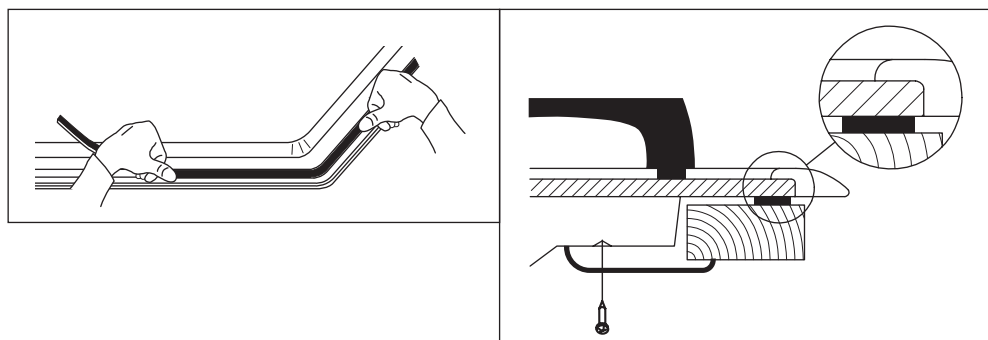

Рис. 5. Установка уплотнителя и фиксаторов
6. Фиксаторы, входящие в комплект варочной поверхности, предназначены для ее крепления к столешницам толщиной от 20 до 40 мм. Схема крепления варочной поверхности показана на Рис. 5. Для надежного крепления варочной поверхности используйте все фиксаторы.